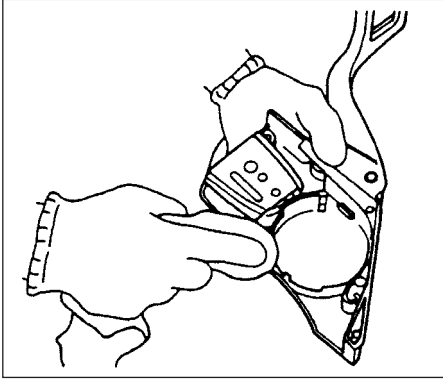

Fig.3-6
**Revestimento lateral (Fig. 3-6)**